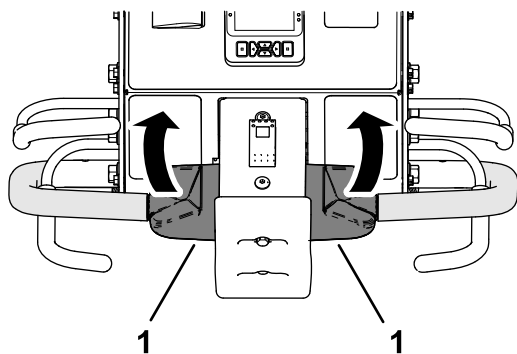

**Figura 38**
3. Tenendo in posizione la barra di presenza dell'operatore e la barra di arieggiatura, ruotate all'indietro la parte superiore del comando di trazione (Figura 38).